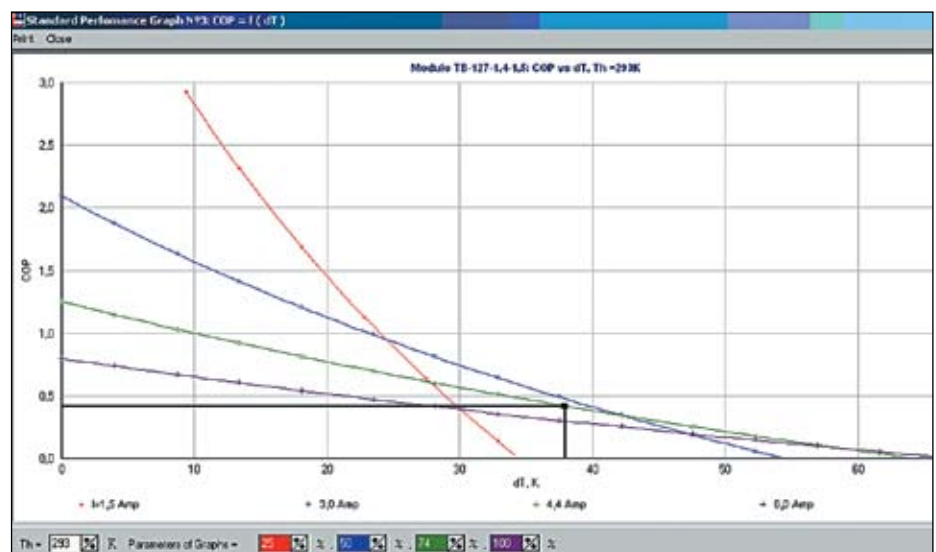

Рис. 11. Определение величины холодильного коэффициента COP
6. С помощью стандартного графика № 3, представленного на рис. 11, можно найти COP, соответствующий току $I = 0,74I_{max}$ и разности температур $dT = 38 \text{ К}$. Холодильный коэффициент равен $COP = 0,42$. Таким образом, были определены основные параметры системы ТСОТ с применением модуля ТВ-127-1,4-1,5.